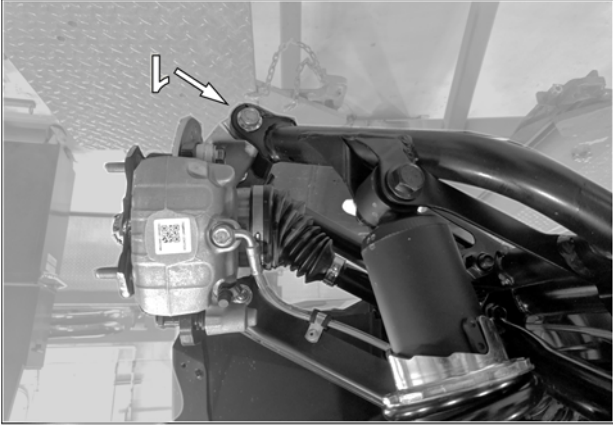

Fig. 3
4. Retirer les boulons (1-2) qui fixent le bras de suspension inférieur au moyeu de roue. Fig. 3